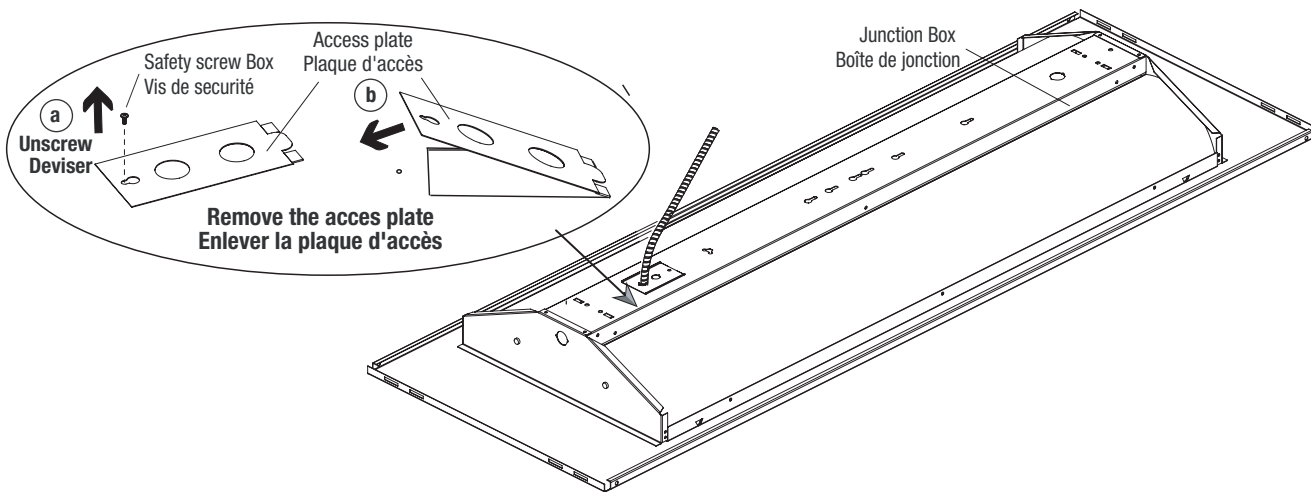

Fig. 3
3. Remove the access plate of the luminaire junction box (see Fig. 3 detail).
3. Enlever la plaque d'accès de la boîte de jonction du luminaire (voir le détail dans la Fig. 3).